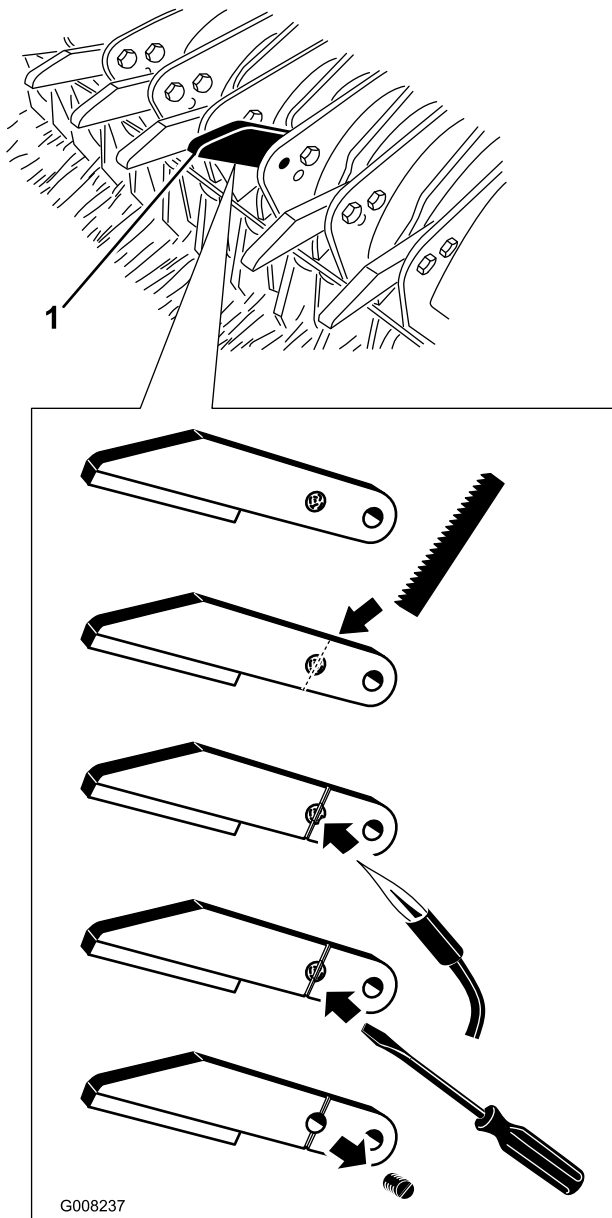

図 38
1. チョッパー・チップをブレードに固定している、折れていない方のボルトを外す（図 38）。チョッパー・チップをブレードから外す。
- 金ノコを使って、折れたボルトの端に、チョッパー・チップごと切り込みを入れる（図 38）。この切り込みは、マイナスドライバの刃先が入るようにしっかりと作ること。
- 切り込みができれば、折れたボルトをトーチで熱して、ついているロクタイトを柔らかくする（図 38）。
- ロクタイトが柔らかくなったら、ドライバでボルトを抜き取る（図 38）。